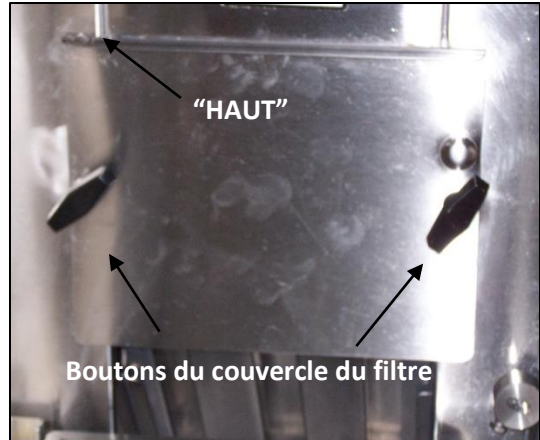

Figure 4
- Retirez la plaque du couvercle du filtre de la paroi intérieure arrière de la chambre de cuisson en retirant les deux boutons en plastique noirs fixant la plaque du couvercle. Figure 4.
- Réinstallez la plaque du couvercle du filtre et tournez les boutons du couvercle du filtre dans le sens horaire jusqu'à ce qu'ils soient serrés à la main. Vérifiez que le mot HAUT sur la plaque du couvercle du filtre se trouve dans le coin supérieur gauche. Figure 4.